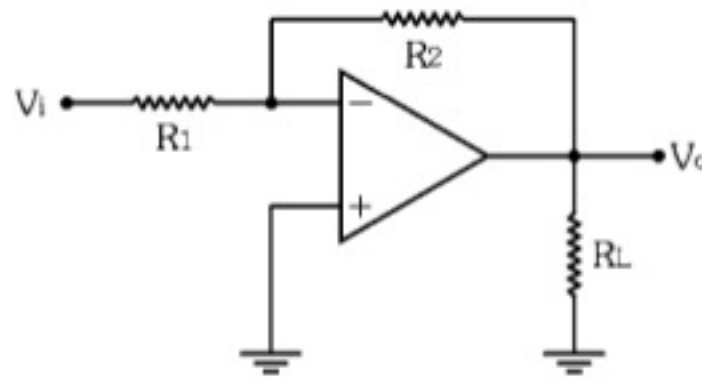

Figura 8.6 - Aplicação do amplificador inversor.
1) Dado o circuito da Figura 8.6, determine a forma de onda da tensão de saída.